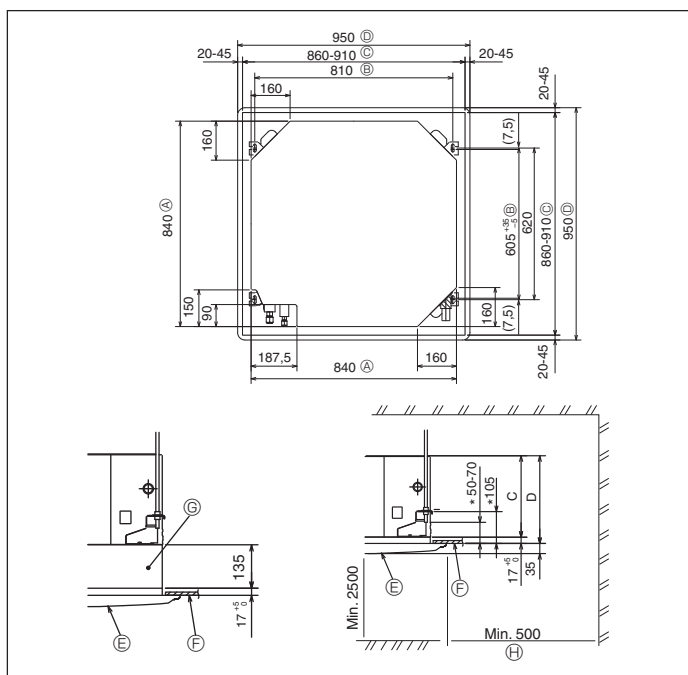

Fig. 3-2
④	Courroie	8
⑤	Vis avec rondelle (M5 x 25) pour monter la grille	4
⑥	Prise d'écoulement	1
⑦	Isolation	1
⑧	Ecrou évasé 1/4F(P60)	1
3.2. Ouvertures dans le plafond et emplacement des boulons de suspension (Fig. 3-2)
- * Les dimensions de l'ouverture dans le plafond peuvent être définies au sein de la plage indiquée dans la Fig.3-2 ; centrer l'appareil principal par rapport à l'ouverture dans le plafond, en veillant à la symétrie de chaque côté par rapport à l'orifice.